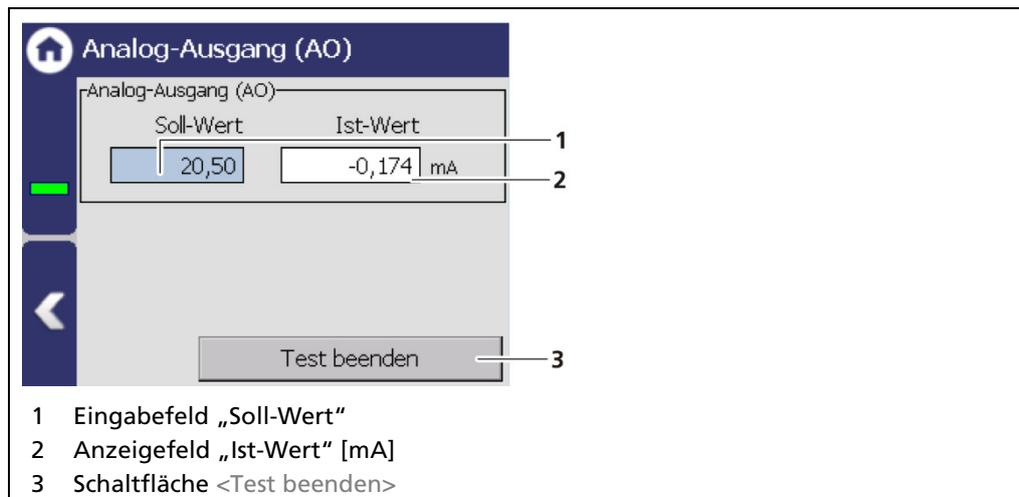

Abb. 127 Analog-Ausgang Simulation
1. Klicken Sie auf das Eingabefeld (Abb. 127, Pos.1) und geben Sie den Soll-Wert für die Simulation ein.
3. Klicken Sie auf die Schaltfläche <Test beenden> (Abb. 127, Pos.3), um die Simulation zu stoppen.